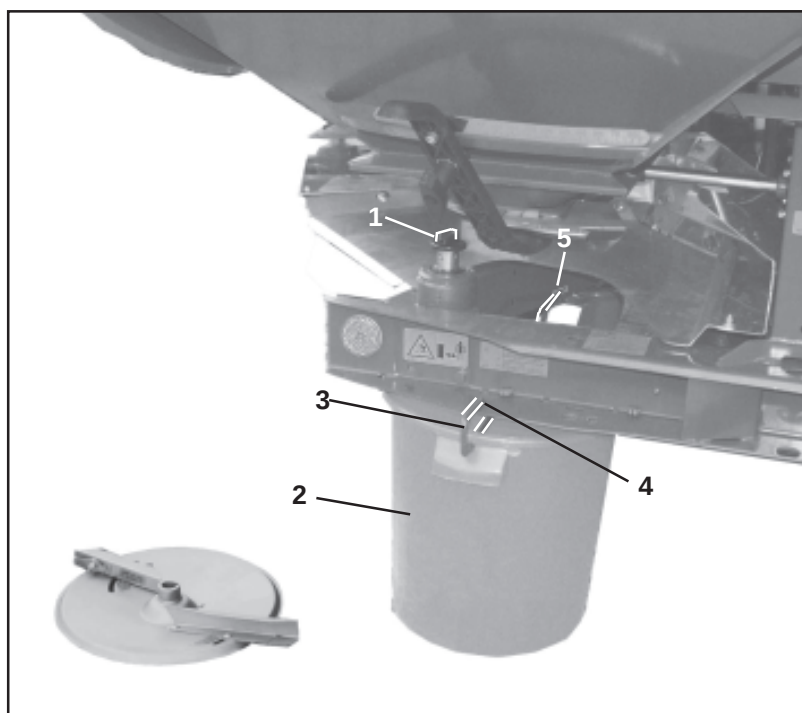

Fig. 7.7
- Vingebolten (fig. 7.7/1) på venstre spredeskive skrues af spredeskiven trækkes af drivakslen.
- Målespanden (Fig. 7.7/2) sættes fast med bøjlen (Fig. 7.7/3) i hullerne (Fig. 7.7/4 og 7.7/5) på rammen.